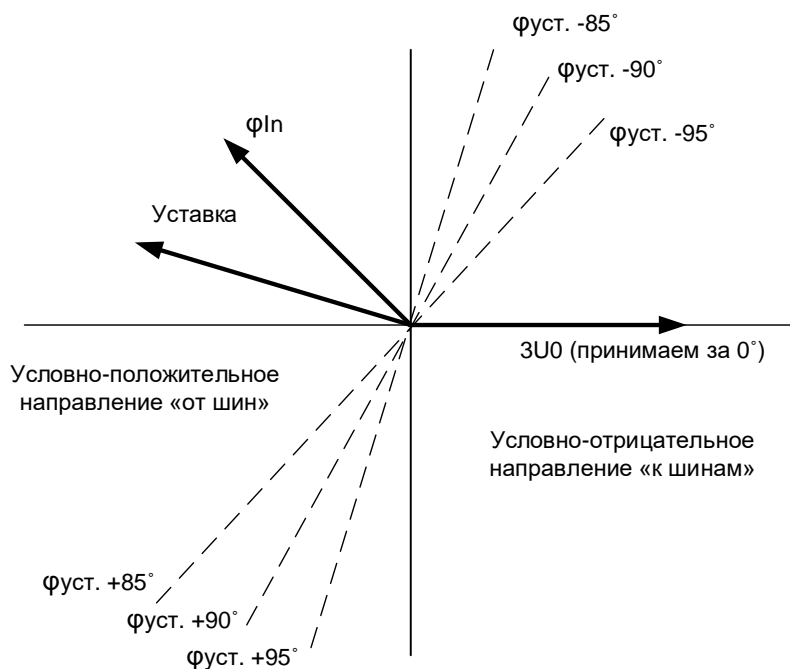

Рисунок 3.1 – Векторная диаграмма определения направления мощности
4. Определяет направление мощности. Для определения направления мощности при аварийных замыканиях на землю осуществляется измерение угла фазового сдвига между измеренным напряжением $3U_0$ и первой гармоникой тока нулевой последовательности I_n . Измеренное значение угла сравнивается с уставкой в момент срабатывания одной из ступеней индикации: I_n , I_{n5} , $3U_0$ (рисунок 3.1). На рисунке 3.1 показана ширина сектора срабатывания 180 град. При необходимости она может быть увеличена, и составлять 210 ... 260 град.